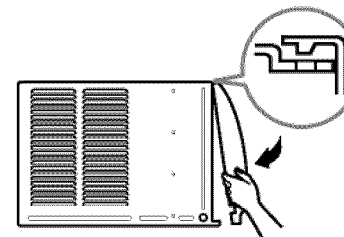

Fig. 14
2. Pegue el panel frontal a la caja insertando los fijadores en el panel adentro los del panel de la caja. (Ver Fig. 14)